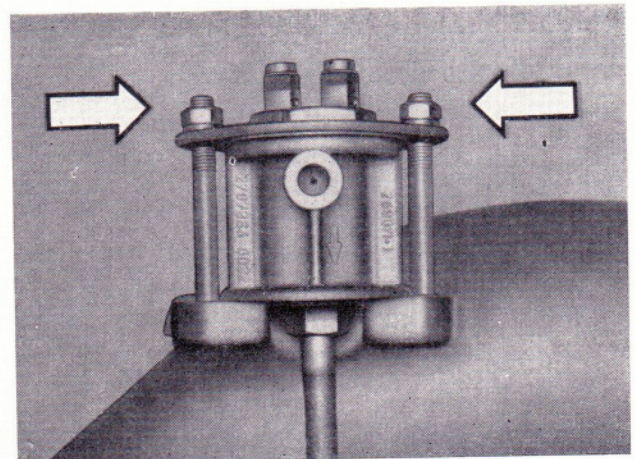

Bild 31
- Befestigungsmuttern lösen und Magnetventil abnehmen (Bild 31).